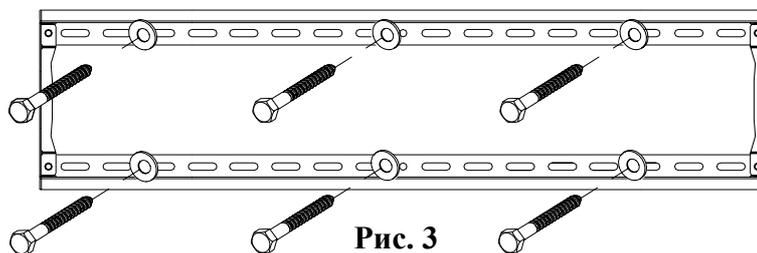

Рис. 3
3. Вбейте в отверстия распорные дюбели. Прикрепите монтажную раму к стене, используя шайбы и шурупы (Рис. 3).